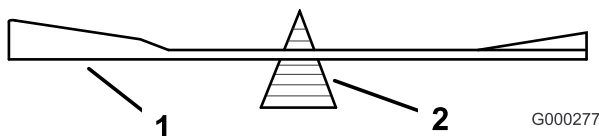
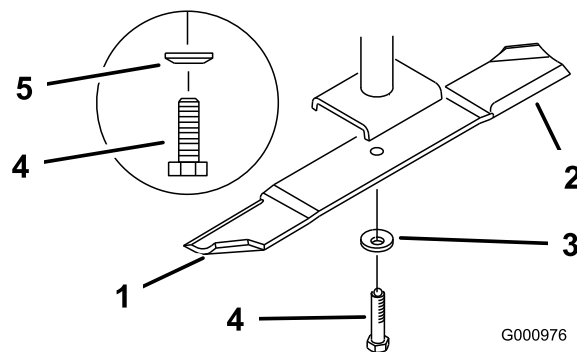

Bild 83
Bild 84
2. Entfernen Sie die Messerschraube, Federscheibe und das Messer von der Spindelwelle (Bild 84).
2. Überprüfen Sie die Auswuchtung des Schnittmessers auf einer Ausgleichsmaschine (Bild 83). Wenn das Schnittmesser in seiner horizontalen Position bleibt, ist es ausgewuchtet und kann wiederverwendet werden. Feilen Sie, wenn das Schnittmesser nicht ausgewuchtet ist, vom Flügelbereich des Messers etwas Metall ab (Bild 84). Wiederholen Sie diesen Vorgang, bis das Messer ausgewuchtet ist.
1. Setzen Sie das Messer auf die Spindelwelle (Bild 84).
2. Setzen Sie die Federscheibe und die Messerschraube ein. Der Konus der Federscheibe muss bei der Installation in Richtung Schraubenkopf zeigen (Bild 84). Ziehen Sie die Messerschraube mit 115 bis 150 Nm an.